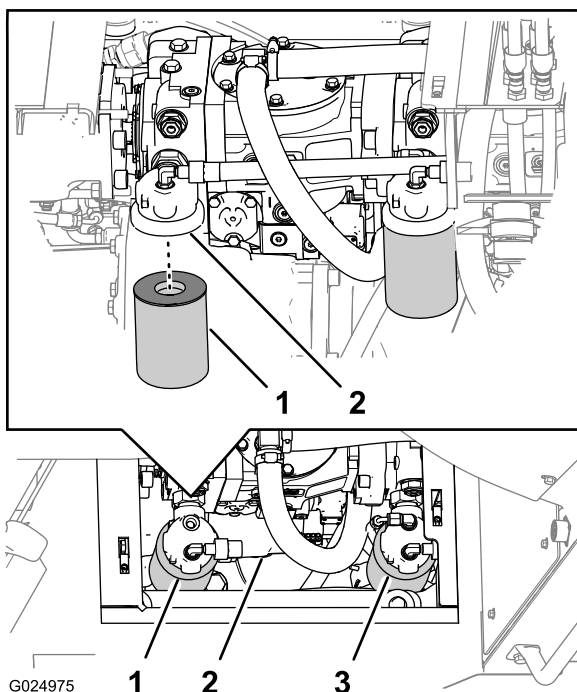

Figura 116
Nota: É possível acessar o filtro de carga hidráulica por baixo da parte direita da máquina, atrás do reservatório hidráulico (Figura 116).
2. Posicione um recipiente sob o filtro de carga hidráulica (Figura 116).
3. Gire o filtro de carga hidráulica no sentido anti-horário e remova o filtro (Figura 116).